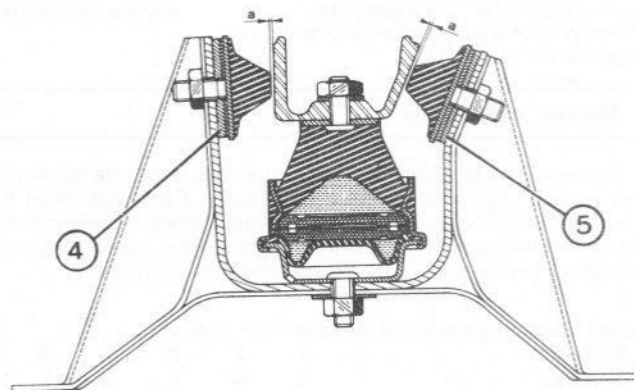

Fig. 1.24 Silentbloc droit du moteur (Sec 38)
- (d) Si nécessaire, ajuster les butées latérales du silentbloc droit du moteur avec des entretoises pour obtenir les jeux indiqués à la Fig. 1.24.